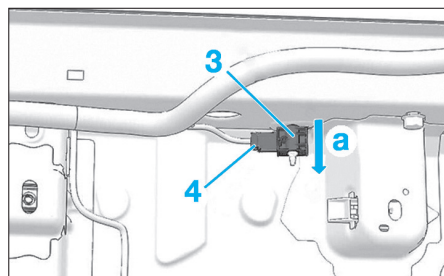

Fig. 26
- Dégager la capteur d'accélération (3) suivant (a) (Fig.26).